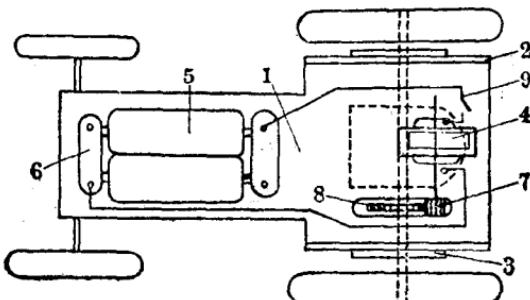

图 23
d. 把电池夹按图23所示，钉在车头底板上，当中空出能放两节五号电池的位置，并照线路接上。最后在车身尾部装上开关。
d. 司机座椅胶合在座椅垫板上，然后把座椅垫板盖在电动机动力箱上。即装配成拖拉机(图 23)。